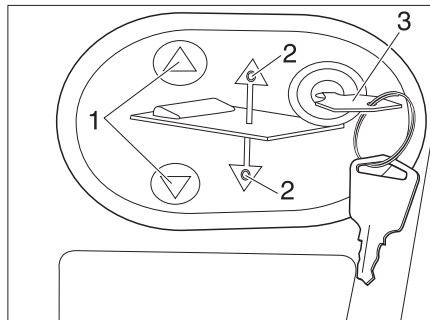

Bild 150 Manöverpanel för elektrisk höjbar säng
- Sätt in nyckeln (Bild 150,3) i manöverpanelen (Bild 150,2).
- Tryck på knappen  eller  (Bild 150,1) och håll den intryckt. Motsvarande LED (Bild 150,2) lyser och den höjbara sängen sänks eller höjs.
- När önskad position är nådd, släpp knappen  eller  (Bild 150,1) igen. Motsvarande LED (Bild 150,2) slocknar.
- Dra ut nyckeln (Bild 150,3).